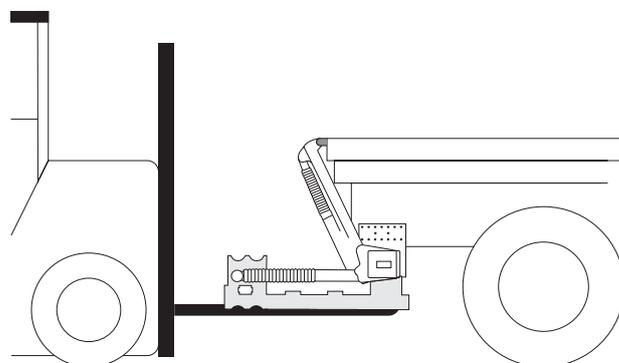

Abb. 32. Verpackung der Ladebordwand und Gabelstapler verwenden
7. Der Hubträger sollte innerhalb des angegebenen C-Maßes so hoch wie möglich platziert werden. Justieren Sie die Aufhängung bis zur Idealhöhe unter dem Rahmen. Verpackung der Ladebordwand und Gabelstapler verwenden, siehe Abb. 32. Die Aufhängung muss parallel zum Boden des Aufbaus positioniert werden und darf nicht am Rahmen des Fahrzeugs anliegen. Es muss ein Zwischenraum von einigen Millimetern vorhanden sein. Justieren Sie bei Bedarf die Winkel der Arme, indem Sie den Lift vorsichtig betätigen.